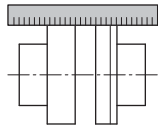

Fig. 11: Überprüfung der radialen Ausrichtung mit einem Lineal
- Alternativ kann die Kontrolle der radialen Kupplungsausrichtung auch mit einem Lineal erfolgen (Fig. 11).